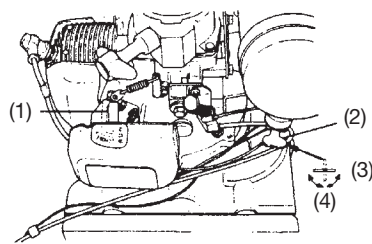

Fig. 4
- 2) Abrir el grifo de combustible. (Fig. 4)
- 3) Girar la palanca de cebado a la posición CHOKE. (Fig. 4)
- 6) Cuando escuche que el motor esté por arrancar, retornar la palanca de cebado a la posición RUN (abierto). Luego, tirar rápidamente de nuevo de la cuerda de arranque. (Fig. 4)